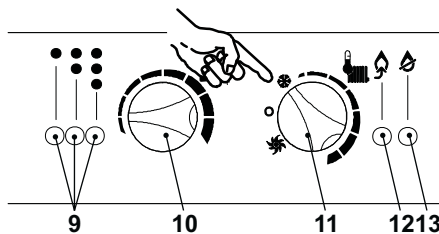

Fig. 5.51
- Antes de alimentar eléctricamente la caldera coloque la manivela 11 como se indica en la Fig. 5.51.
- Pulsar el botón de restablecimiento 12, Fig. 5.51 de forma repetida (3 veces) hasta que los indicadores luminosos de señalación 9 muestren una secuencia como la de Fig. 5.52.